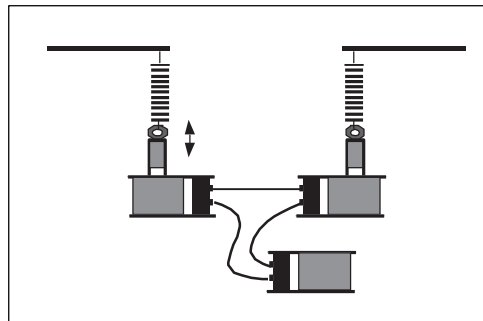

Abb. 3
7. *Variante 5:* Wie ändert sich das Verhalten, wenn eine dritte Spule wie in Abb. 3 gezeigt ist. Eingeschleift wird. Ergibt sich ein Unterschied, wenn unterschiedliche Spulen verwendet werden?